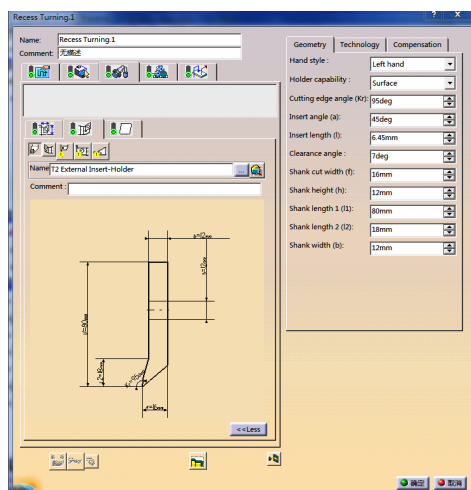

图 6-32 刀柄选项卡（2）
- 单击刀具参数选项卡中的，切换到刀柄选项卡（2），设置刀具刀柄的参数，如图 6-32 所示。